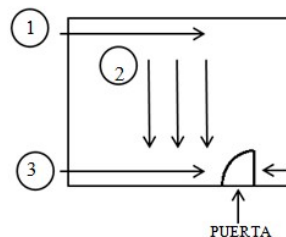

Figura No. 7, Dirección de Flujo de limpieza de paredes
6.5.5.2 **Limpieza de pisos:** Humedecer el paño de microfibra con desinfectante autorizado y hacer trazos rectos, firmes y superpuestos por toda la superficie como se indica en la Figura No. 7, Dirección de Flujo de limpieza de pisos. Utilizar el mismo flujo para los siguientes pasos.
6.5.5.3 Humedecer un paño de microfibras con Agua de ósmosis y hacer trazos rectos, firmes y superpuestos por toda la superficie como se indica en la Figura No. 7 para eliminar el desinfectante.
6.5.5.4 Humedecer nuevamente el paño de microfibra con desinfectante autorizado y hacer trazos rectos, firmes y superpuestos por toda la superficie como se indica en la Figura No. 7
6.5.5.6 Humedecer un paño de microfibras con Agua de ósmosis y hacer trazos rectos, firmes y superpuestos por toda la superficie como se indica en la Figura No. 7 para eliminar el desinfectante.